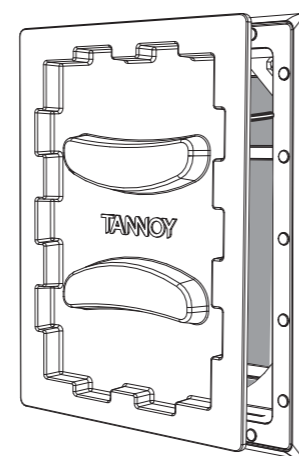

Fig. 12. Adding the Paint Mask to the Frame
2. Wciśnij maskę farby do ramy, gdzie będzie utrzymywana na miejscu za pomocą magnesów (Rys. 12). Pozostawia się go na miejscu na czas malowania obramowania ściany i ramy oraz do czasu, gdy głośnik będzie gotowy do montażu.